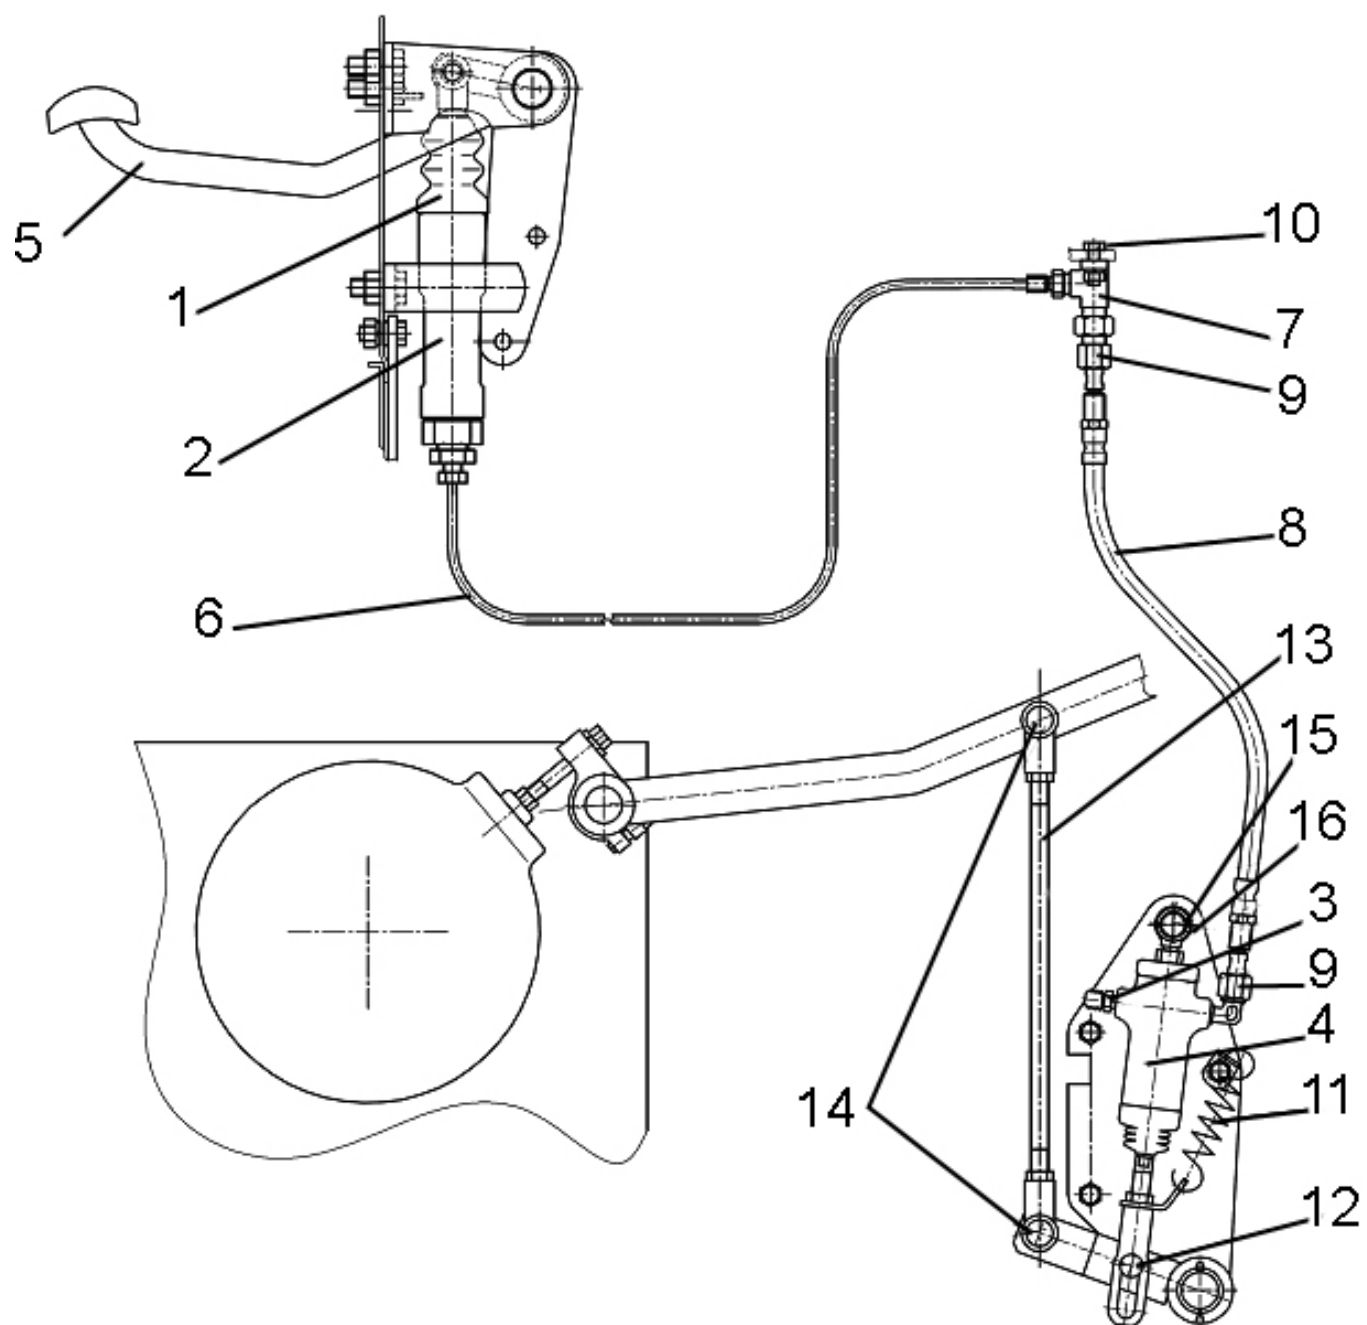

Рисунок 4.166
Разборку узлов управления тормозами на реверсе (рисунок 4.166) производите в следующей последовательности:
- 6) снимите угольник 7 (рисунок 4.166), отвинтив два болта 10;